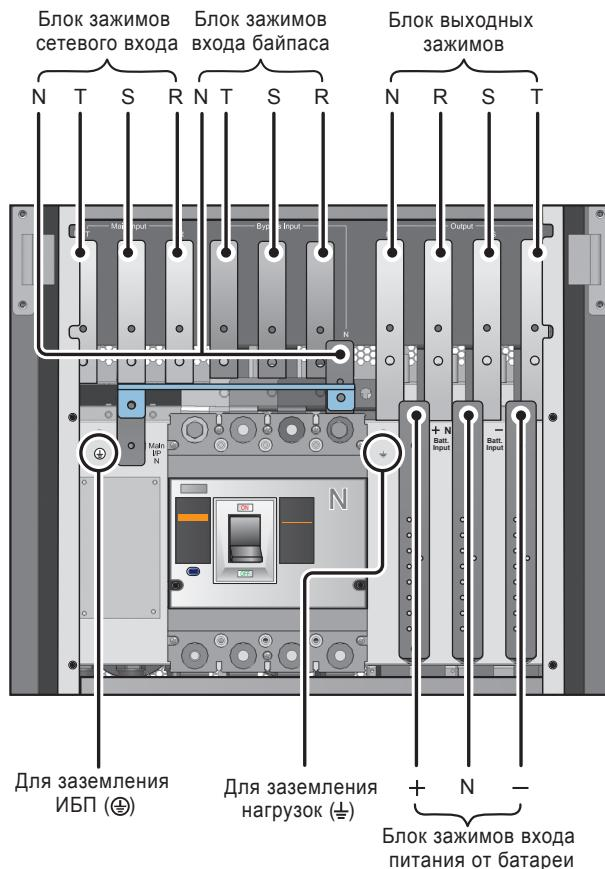

Рис. 5-10. Схема подключения в конфигурации с двумя входами (одиночный ИБП)
3. Подключите кабели к зажимам сетевого входа, входа байпаса, выхода ИБП и входа питания от батарейного кабинета. См. **Рис. 5-10**.
4. Нейтральный проводник источника переменного тока, подключенного к входу байпаса, подключите к зажиму нуля (N) сетевого входа.
3. Подключите кабели к зажимам сетевого входа, входа байпаса, выхода ИБП и входа питания от батарейного кабинета. См. Рис. 5-10.
4. Нейтральный проводник источника переменного тока, подключённого к входу байпаса, подключите к зажиму нуля (N) сетевого входа.